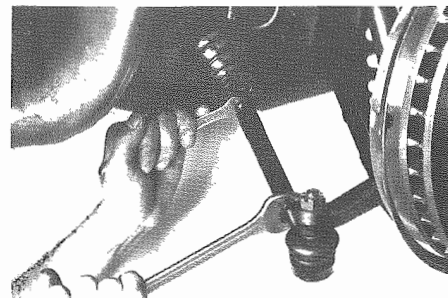

Fig. 21 - Variarne la lunghezza
- Variarne la lunghezza bloccando con una mano la rotazione della cuffia (**Fig. 21**).
- Change length by locking with one hand cowling rotation (**Fig. 21**).